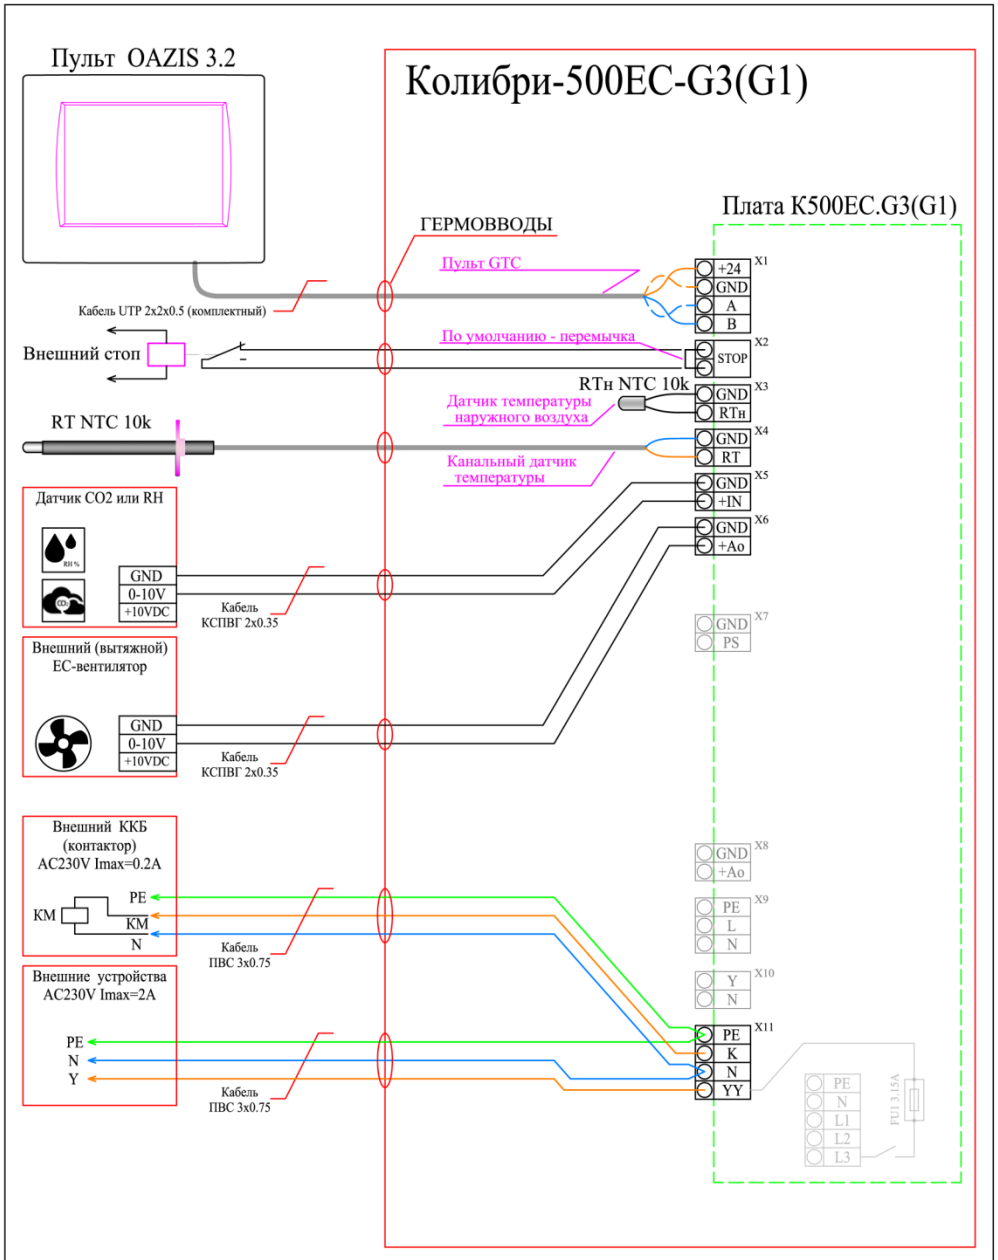

Рис. 3
Подключение Колибри-500ЕС производится в соответствии со схемами (См. Рис. 3, 4), «пропуская» кабели через установленные в корпусе соответствующие гермовводы (11). Расположение клемм указано на Рис. 2.